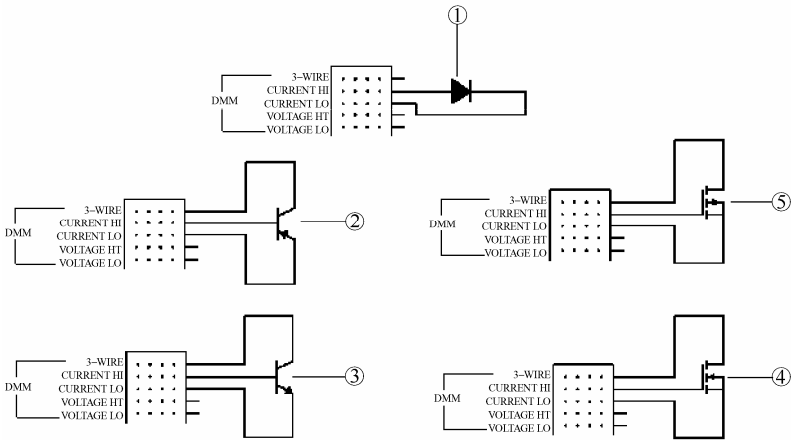

图 11-13 连接 IV 分析仪
(2) 连接 IV 分析仪
IV 分析仪连接方法如图 11-13 所示，有 3 个连接端子，即 3-WIRE, CURRENT HI 和 CURRENT LO 端子。这些连接端子对应于 IV 分析仪的输入端。对不同元器件的连接如图 11-13 所示。连接一个二极管如图 11-13 所示中的①；连接 PNP 双极型晶体管如图 11-13 所示中的②；连接 NPN 型晶体管如图 11-13 所示中的③；连接 NMOS 场效应晶体管如图 11-13 所示中的④；连接 PMOS 场效应晶体管如图 11-13 所示中的⑤。